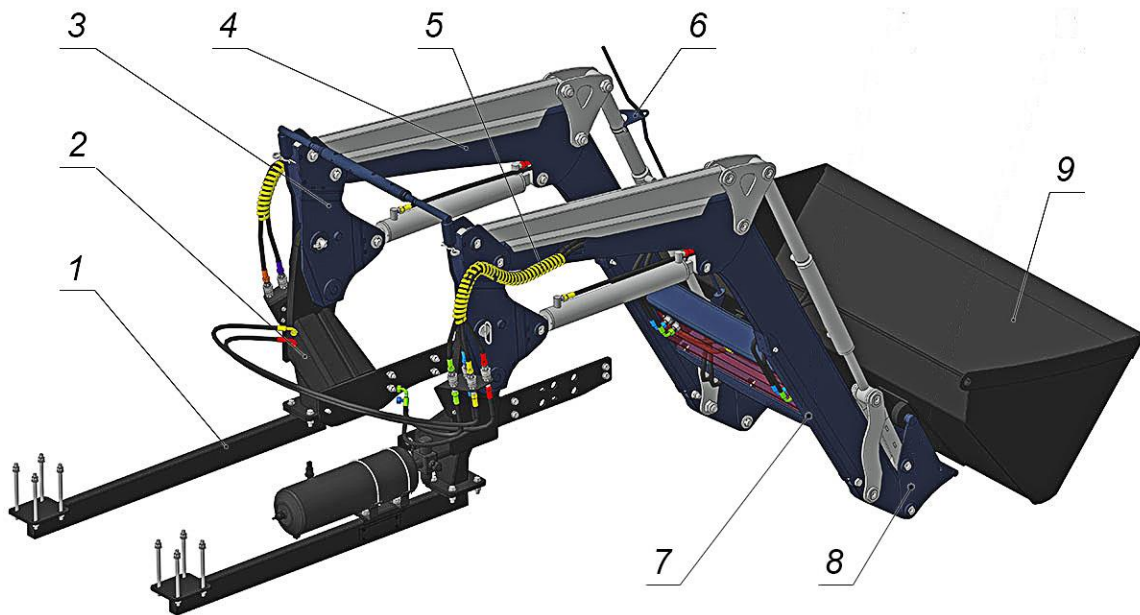

Рис. 1.9 – Общий вид
1.3.1 Погрузчик состоит из двух тяг на задний мост ①, двух подрамников ②, двух пяток ③, стрелы ④, гидросистемы ⑤, уровня ковша ⑥, двух упоров ⑦, подвески ⑧, рабочего органа ⑨ (рис. 1.9).